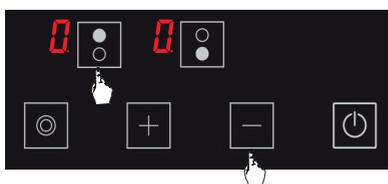

Figure 21
2. Appuyez sur la touche de sélection de plaque de cuisson supérieure (**●**) et sur la touche moins (**-**) simultanément. (voir Fig. 21) Vous entendrez un court signal d'avertissement à ce moment-là. Puis, enlevez vos doigts du panneau de commande de la cuisinière.